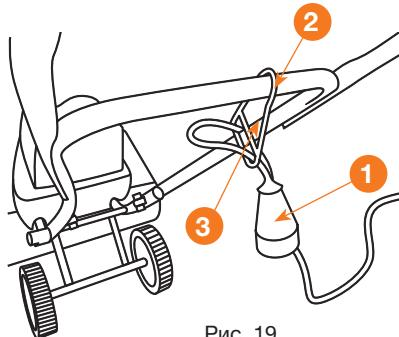

Рис. 19
Перед началом работы закрепите сетевой шнур удлинителя ① в специальном зажиме ② для предотвращения его отсоединения. Для этого, пропустите шнур ① в петлю зажима ② и зафиксируйте его, зацепив за крючок ③ (Рис. 19).